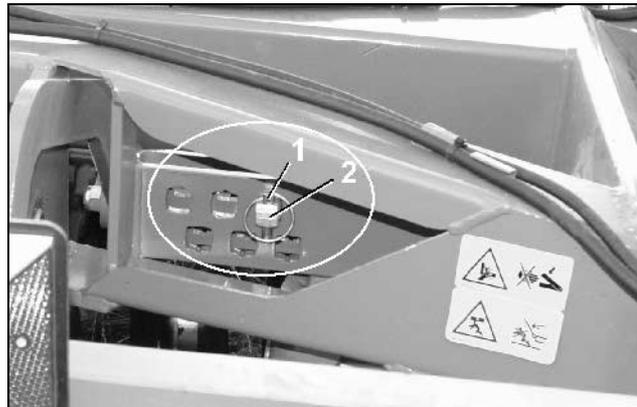

Рис. 30
- Отсоедините палец с пружинной защелкой (Рис. 30/1).
- Эксцентриковый палец (Рис. 30/2) установите в необходимое посадочное место.